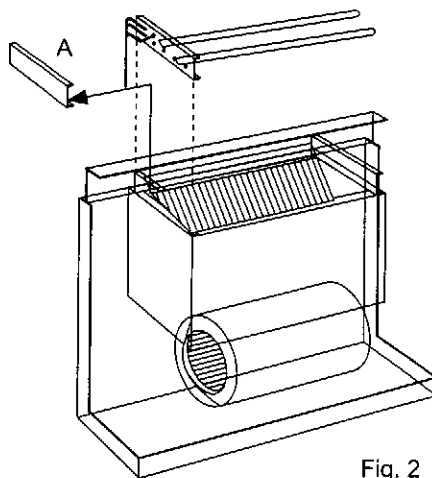

Fig. 2
- 2.- Enlever le profil "A". (Fig. 2).
- 2.- Levantar o perfil "A" (Fig.2)